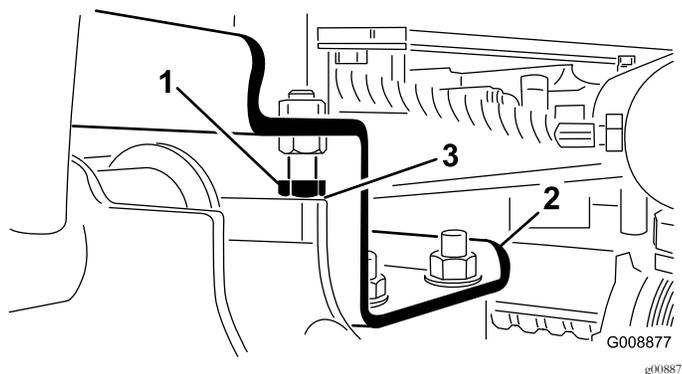

図 26
- A. ストップボルトを戻して、シリンダを調整して必要なすきまを作る 図 26。
- 2. 各昇降アームとストップボルトとの隙間が0.13-1.02 mmの間にあるかどうか点検する(図26)。